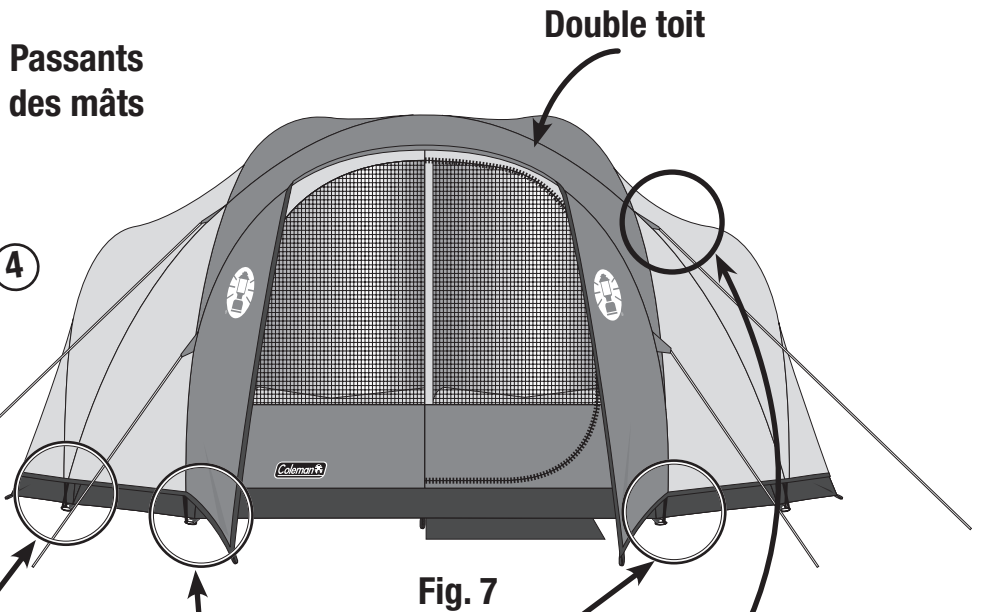

Fig. 7
- Étalez le double toit sur la tente intérieure. (Fig. 7)
- Attachez et ancrez les haubans. (Fig. 7)